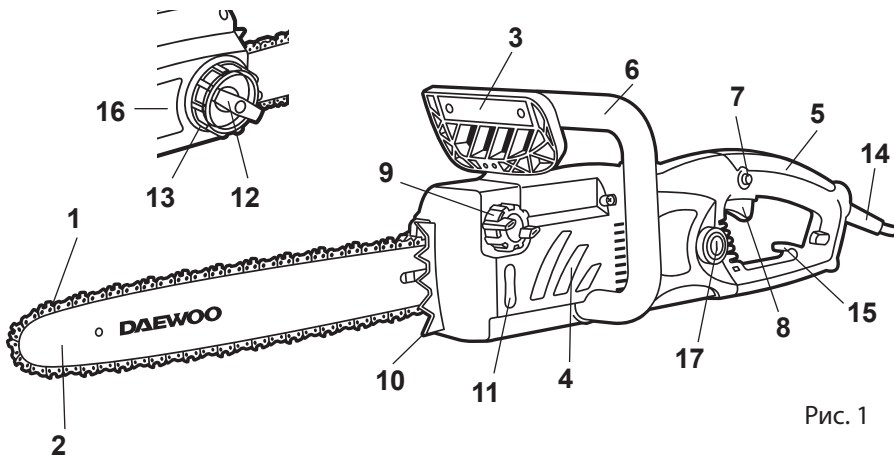
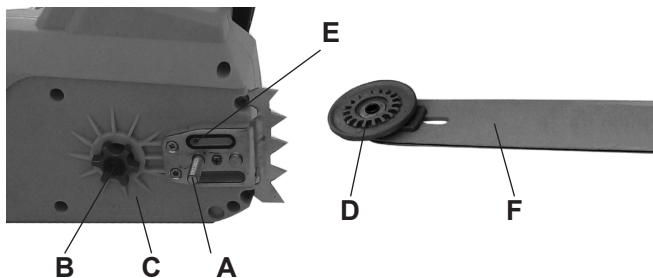

Рис. 1
Рис. 2
1. Установите тормоз цепи 3 (Рис. 1) в нерабочее положение, потянув на себя в направлении к передней ручке.
2. Открутите ручку фиксации защитной крышки 12 (Рис. 1) и кольцо регулировки натяжения 13 (Рис. 1)
3. Снимите защитную крышку 16 (Рис. 1)
4. Наденьте на шину F (Рис. 2) пильную цепь 1 (Рис. 1), проверив правильность расположения зубьев цепи.
1. Для заполнения масляного бака откройте крышку 9 (Рис.1), при этом следите, чтобы в бак не попала грязь. Заполните бак маслом. Удалите остаток масла с горловины и из внутренней полости крышки. В крышке имеется воздушный клапан при засорении которого насос не работает. Следите, чтобы при эксплуатации пилы этот клапан оставался чистым.
2. Закройте плотно крышку. Во время работы периодически обращайтесь на уровень масла через окно контроля уровня масла 11 (Рис.1).
В случае, если следов масла не видно, необходимо прочистить в корпусе редуктора выходное отверстие для масла E (Рис.2) и соответствующее отверстие в шине E1.